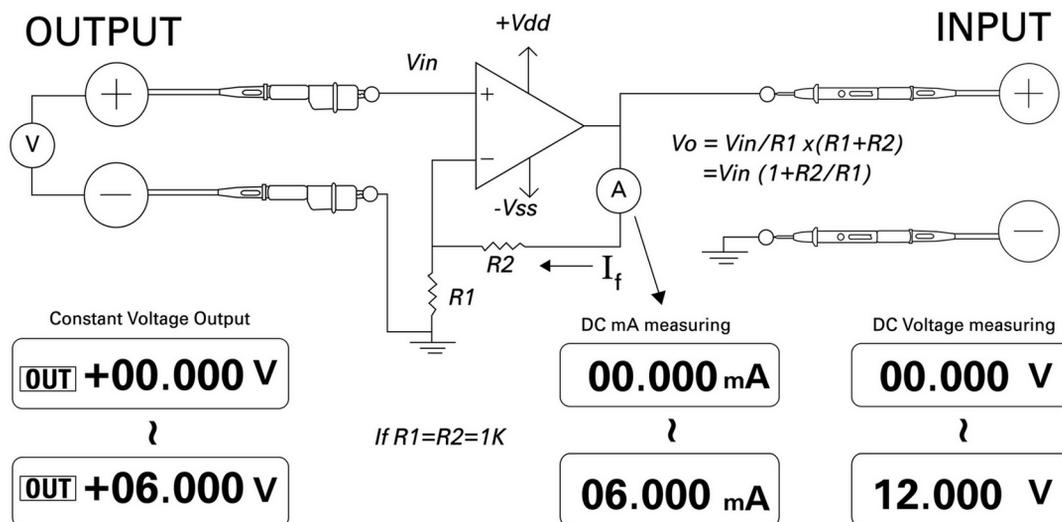

Figure 5-14 Convertisseur tension-courant
Lorsqu'il conserve une tension différentielle nulle, l'amplificateur illustré par la Figure 5-14 envoie un courant $I = V_{in}/R1$ à travers la charge R2 sur le trajet de rétroaction. Ce courant est dissocié de la charge.
- 5 Branchez l'amplificateur, comme indiqué dans la Figure 5-14.
- 8 Vous pouvez également tourner le bouton rotatif pour sélectionner $\sim mA / \text{Ⓢ}$ et brancher les sondes à la place de l'instrument **A**, comme indiqué dans la Figure 5-14. Vous constaterez que le courant mesuré est proportionnel à la tension en entrée dans l'amplificateur.